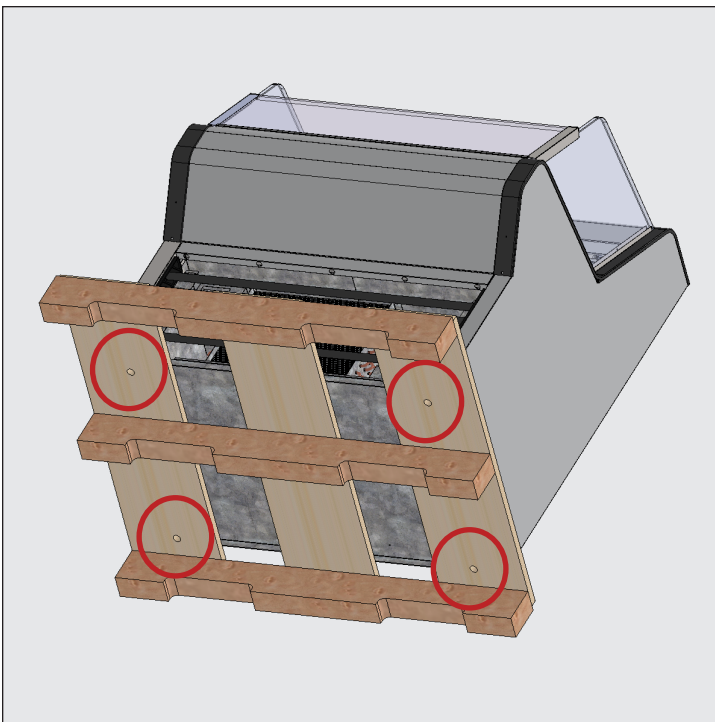

Abb. 2. Transportschrauben.
2. Entfernen Sie mit einem verstellbaren Schraubenschlüssel alle Transportschrauben, mit denen die Holzpalette an der Unterseite des Geräts befestigt ist. Siehe Abb. 2.